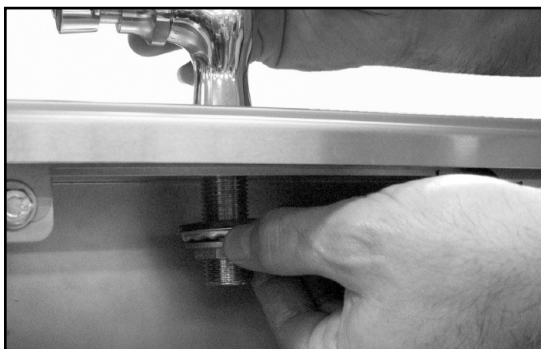

Fig. 42
1. Attachez le robinet à l'évier comme l'indiquent les Fig. 42 et 42a.